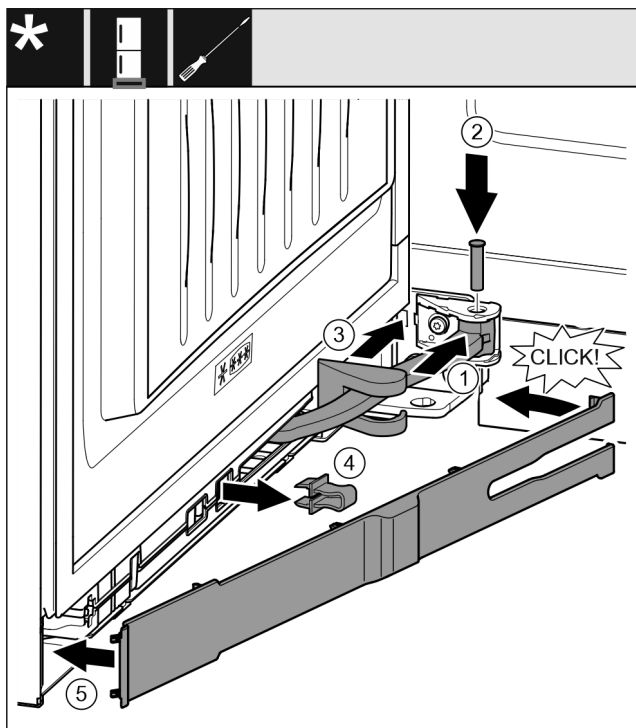

Fig. 47
- ▶ Pagrieziet šarnīru viru mehānismā. Fig. 47 (1)
- ▶ Ievietojiet tapu ar skrūvgriezi T15 viru mehānismā un šarnīrā. Uzmaniet, lai aizmura izcilnis pareizi atrastos rievā. Fig. 47 (2)
- ▶ Bīdiet gultņa balsta pārsegu gar šarnīru un uzstādiet viru mehānismu. Fig. 47 (3)
- ▶ Noņemiet aizturi. Fig. 47 (4)
- ▶ Pielieciet aizsegu no roktura puses un pievirziet. Fig. 47 (5)